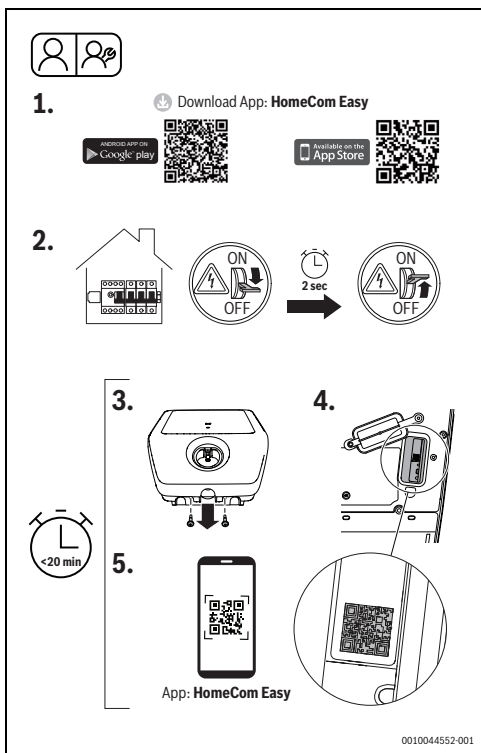

Bild 499 HomeCom Easy
- ▶ Inaktivera Power Charge 7000i genom att bryta strömmen till den och koppla in strömmen på nytt efter cirka två sekunder (bild 499, steg [2]).
- ▶ Lossa de två skruvarna på det främre höljet (bild 499, steg [3]).